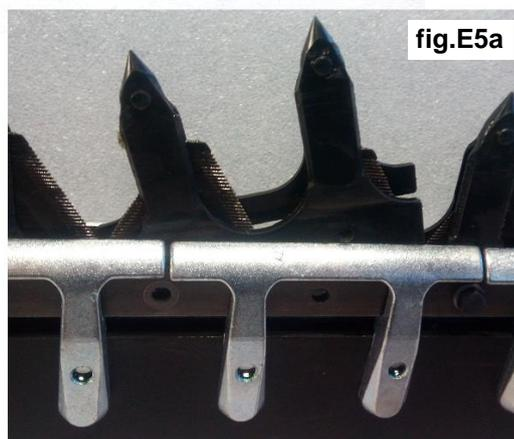

fig.E5a
- Sostituire i denti danneggiati con altri nuovi (**fig.E5a**) e fissare con le viti di fissaggio.
- Replace the damaged teeth with new ones (**fig.E5a**) and fix by using the relative screws.